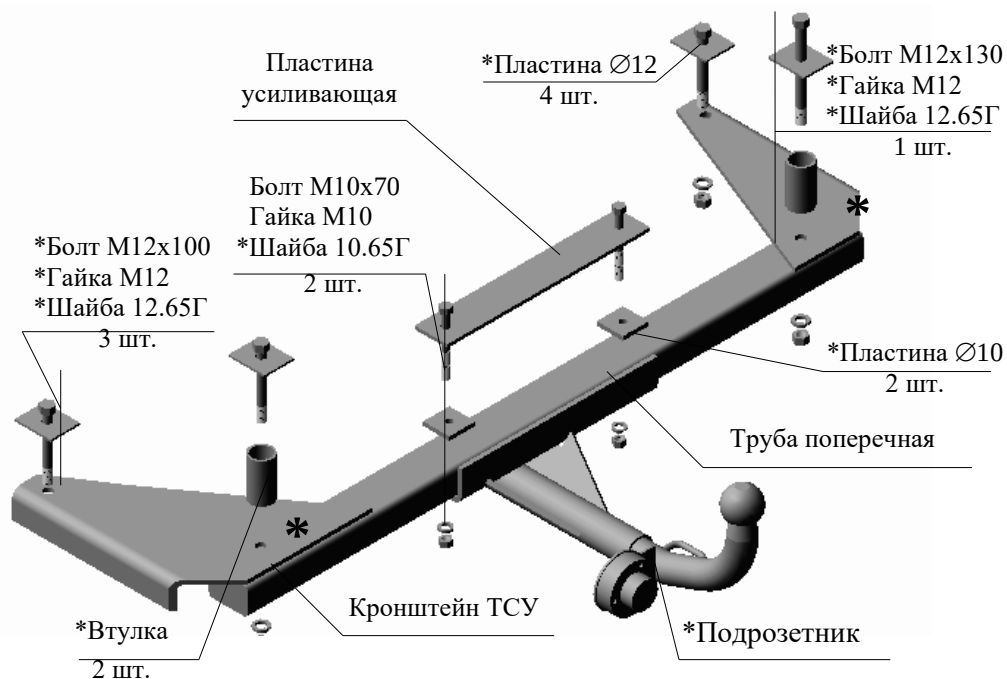

Рис.1 Тягово-сцепное устройство TCU 7410 ДЭУ.
2.1 ТСУ 7410 в сборе (рис.1)	1 шт.
2.2 Пакет с комплектующими (см. рис.1)	1 шт.
4.3 Прижать TCU кронштейнами к лонжеронам автомобиля, совместив задние отверстия кронштейнов TCU (на Рис. 1 отмечены *) с технологическими отверстиями в лонжеронах.
Подвесить TCU на два болта (см. Рис. 1). Расположить пластины Ø12 между головками болтов и полом багажника.
4.5 Закрепить TCU тремя болтами M12x100 и болтом M12x130 в соответствии с Рис.1, расположив пластины Ø12 между пластинами TCU и полом багажника автомобиля.
4.6 Просверлить в полу багажника два отверстия Ø10,5...11 мм через трубу поперечную TCU под болты M10x80 в соответствии с Рис. 1, используя TCU, как кондуктор. Закрепить TCU двумя болтами M10x70, расположив пластины Ø10 между полом багажника автомобиля и трубой TCU, а усиливающую пластину - между головками болтов и полом багажника.